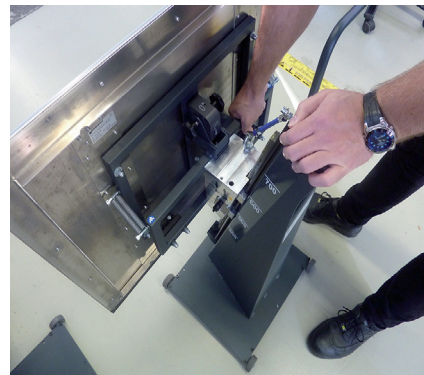

Fig. 8: Ergonomisk højdeindstilling
2. Stil vertikaloplåsningen på "op" (drej til højre), se også fig.8.